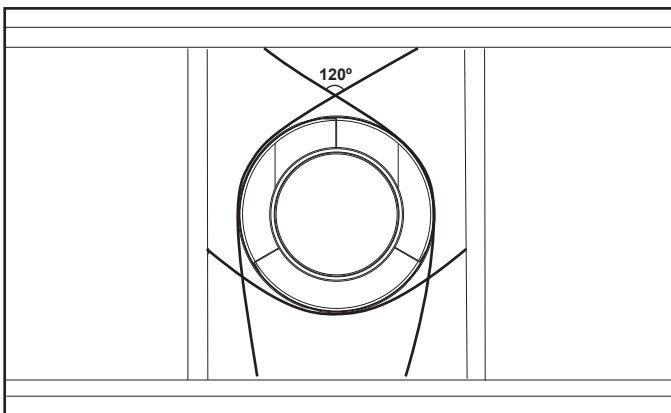

Figure 7.8 Fixation des sections verticales du conduit
- Des supports de conduit ou une bande d'attache (espacés de 120°) peut être utilisé à cette fin. Voir les figures 7.8 et 7.9.